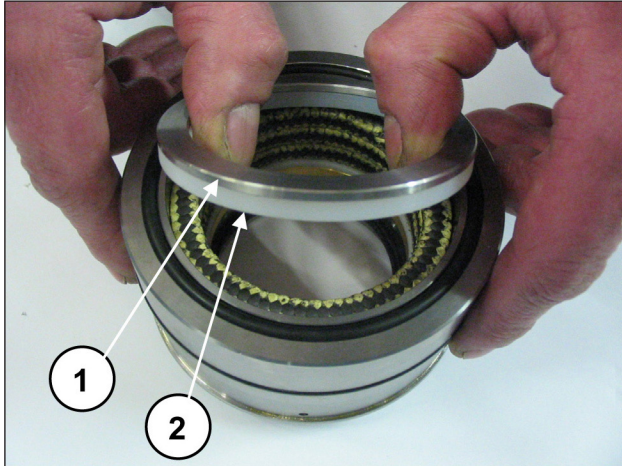
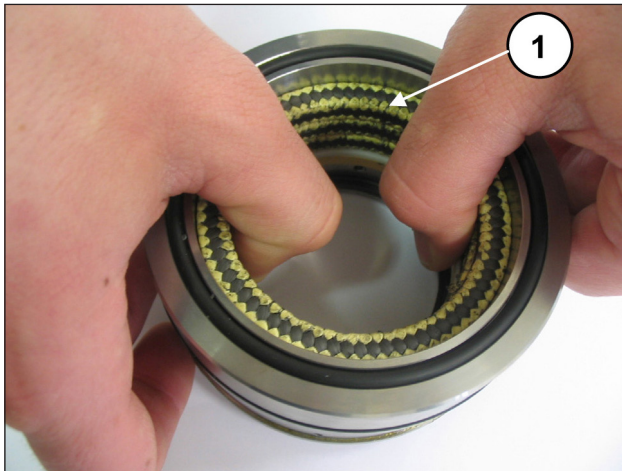

Abb. 197
Abb. 198
Trennen Sie den Dichtungshalter von der Buchse, entnehmen Sie den Federring und den Abstreifring (Pos. ①②, Abb. 197), um die Druckdichtungen freizulegen (Pos. ①, Abb. 198).